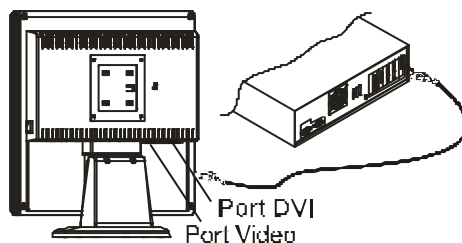

Figure 1-2
2. Connectez une extrémité du câble de signal à la prise du Moniteur LCD. (cf. Figure 1-2)